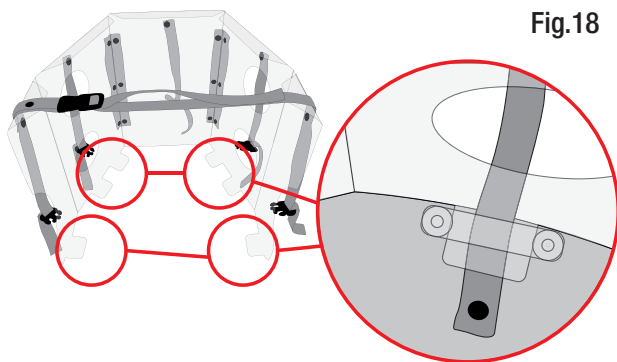

Fig.18
- inserire le alette nelle apposite feritoie (fig. 18),